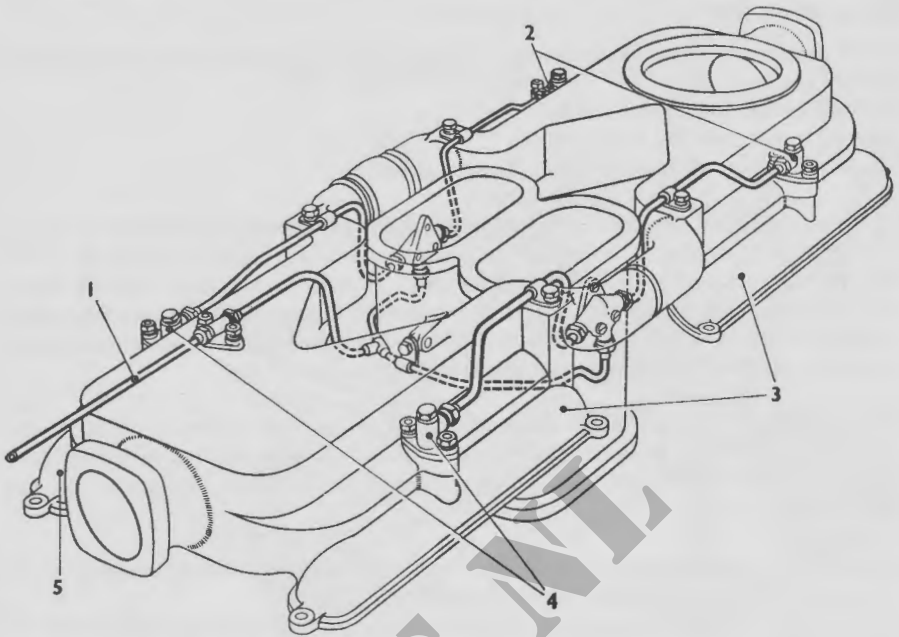

Fig. 18. Overzicht van de inspuiterstellers en hun toevoerleidingen
De installatie bestaat uit een met de hand te bedienen plunjerpomp, gemonteerd in de gevechtsruimte, links boven aan het tussenschot, een zelf-sluitende klep (10), rechts naast de pomp en verstuivers in de inlaatspruitstukken (fig. 18).
De pomp is verbonden met de brandstofleiding tussen de hoofdfilter en de brandstofpompen. De pomp zuigt brandstof aan uit deze leiding en perst deze door dunne leidingen naar de verstuiers in de inlaatspruitstukken (fig 18). De bedieningsknop van de pomp moet na gebruik weer goed vast worden ingeschroefd.